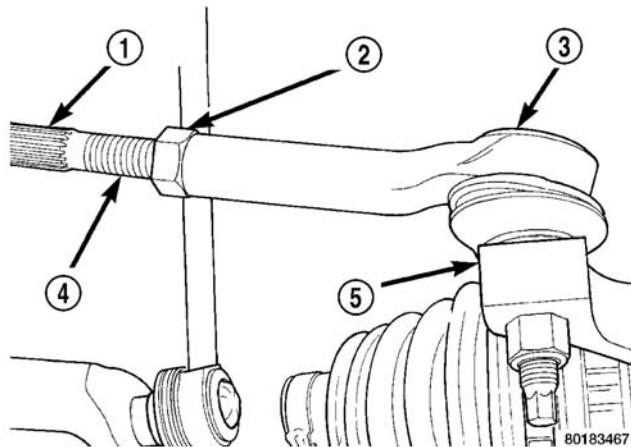

图 12 前轮前束调整
- (2) 松开前内至外转向横拉杆端锁紧螺母 (图 12)。抓住内转向横拉杆的锯齿部分并旋转转向齿轮的内转向横拉杆 (图 12) 以将前车轮前束设定到所需要的车轮前束规格。(参见 2—悬架系统 / 车轮定位—规格)
- (3) 紧固转向横拉杆锁紧螺母 (图 12) 至 $75 \text{ N} \cdot \text{m}$ (55 ft.lbs.) 的扭矩。
- (4) 在内转向横拉杆上调整转向机至转向横拉杆的防尘套。
- (5) 拆卸方向盘夹。
- (6) 卸下定位设备。
- (7) 路试车辆，验证方向盘位于直行位置，且车辆不跑偏或侧滑。